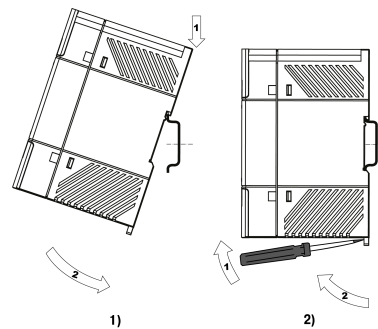

Рисунок 4.3 – Монтаж (1) и демонтаж (2) прибора
3. С усилием придавить прибор к DIN-рейке в направлении, показанном стрелкой, до фиксации защелки (см. рисунок 4.3).